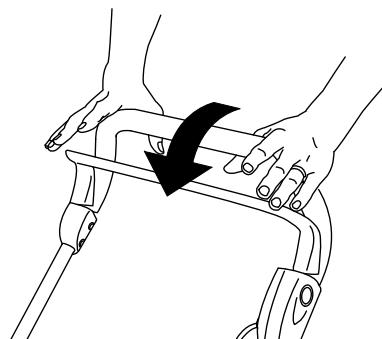

Figur 17
- Håll styrstången mot handtaget och släpp upp knappen (Figur 17).